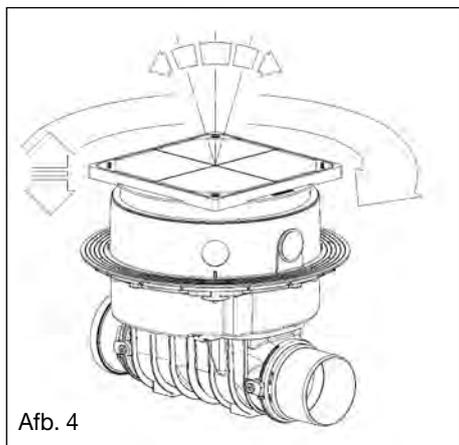

Afb. 2
B. Vergrendelingsstand (afbeelding 2, volledig geopende en bedrijfs- en noodafsluiter)
Voor het aansluiten van de elektrische kabels van sonde en aandrijfmotor dient op locatie een lege kabelbuis (minimaal DN 50, KESSEL adviseert 2 x 45°-bochten) tot op minimaal montagevloerhoogte (zie afb. 2) te worden gelegd en in de kabeldoorvoer in het tussenstuk van de KESSEL-Staufix FKA te worden ingebracht. De bijgevoegde pro-